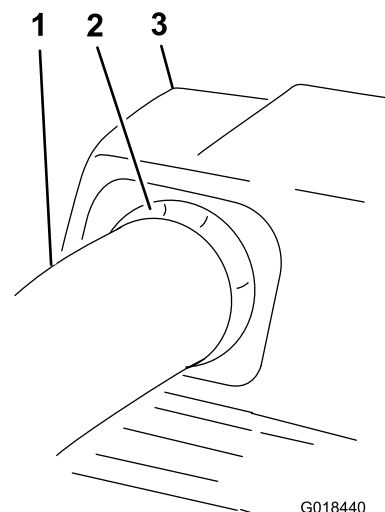

Figure 30
10. Ressortez légèrement le tube pour que le joint dépasse à l'extérieur et par dessus le tube inférieur (**Figure 30**).
19. Ressortez légèrement le tube pour que le joint dépasse à l'extérieur et par dessus le ventilateur (Figure 30).